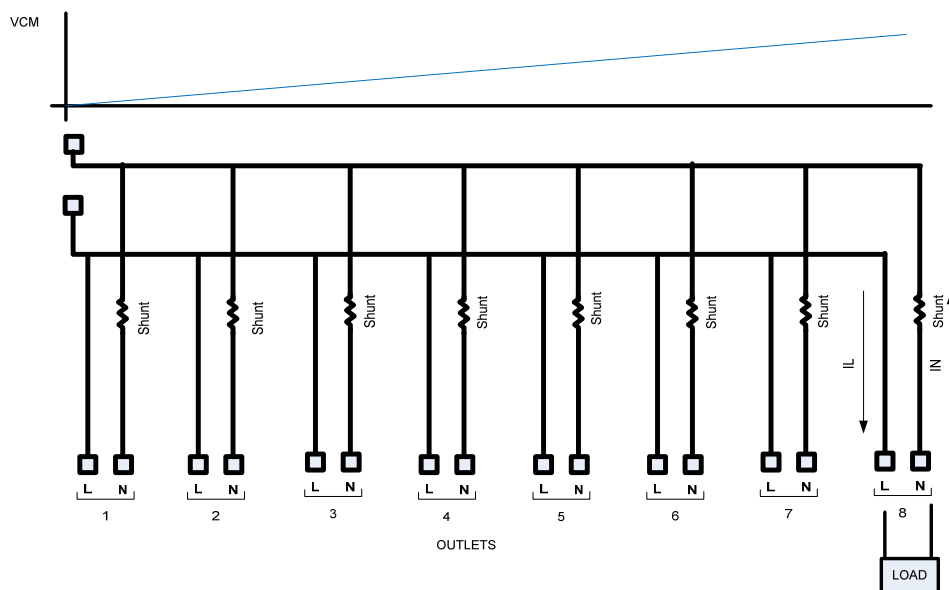

図 33: 差動アンプを用いた単一電源チャネル
**トレース抵抗の最小化:** ラインおよびニュートラルトレースは、20 Arms程度の大電流を伝送します。図33に示すように、大電流によって銅トレースの自己発熱と高顧問モード(VCM)が発生することがあります。